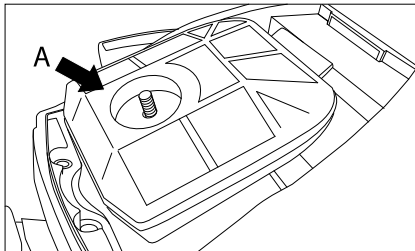

Рис. 24
1. Снимите крышку воздушного фильтра, извлеките воздушный фильтр (А) (рис. 24).